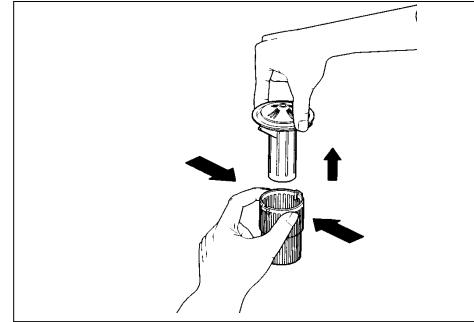

fig. 13c
- Enlever l'élément filtre en tournant les languettes vers la gauche (1). Tirer l'élément filtre vers le haut (2).
- Retirez le microfiltre (D) en ouvrant la fermeture à baïonnette.
- Enlevez la passoire en pinçant son boîtier (voir fig. 13c) et en la tirant vers le haut.